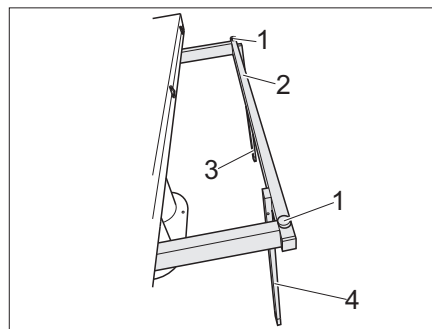

Fig. 114 Placer les supports à la verticale
- Sortir l'infrastructure de la table (Fig. 114,2).
- Placer les supports (Fig. 114,3 et 4) à la verticale.
- Régler la hauteur souhaitée du plateau de la table à l'aide des deux vis de réglage (Fig. 114,1).